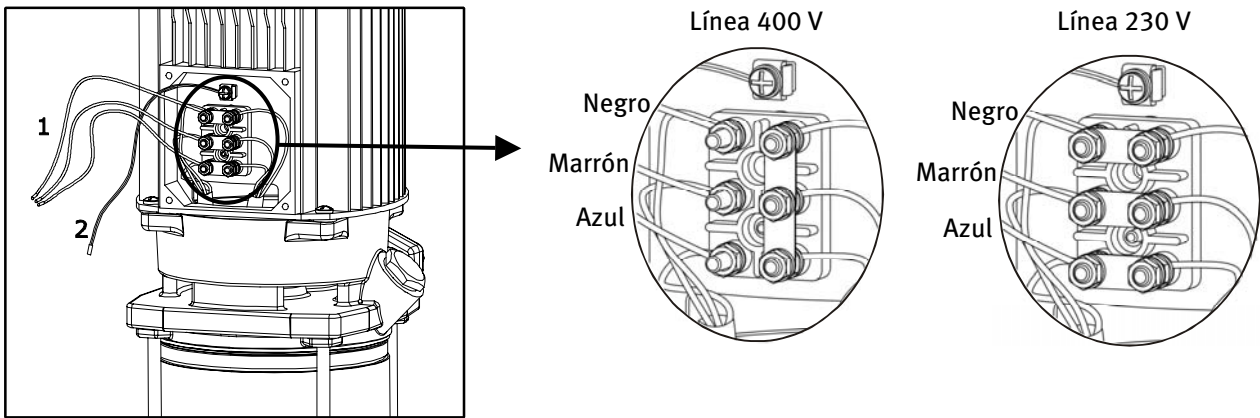

Figura 2
3.2.2) ELV con motor trifásico (figura 2):